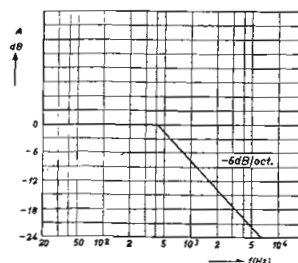

fig. 3
Boven de kantelfrequentie verloopt de snij karakteristiek bij de schellakplaten ongeveer met constante snelheid, zie fig. 3, waardoor bij de kristalopnemer een sterk verlies aan hoge tonen zou optreden, indien niet een compensatie werd toegepast.
3. Parallel over de punten K8 en K9 (zie fig. 3 van de Service-documentatie) een condensator van 4,3 pF, codenummer 49 070 28 aanbrengen. Dit is een speciale condensator met een negatieve temperatuurcoëfficiënt.